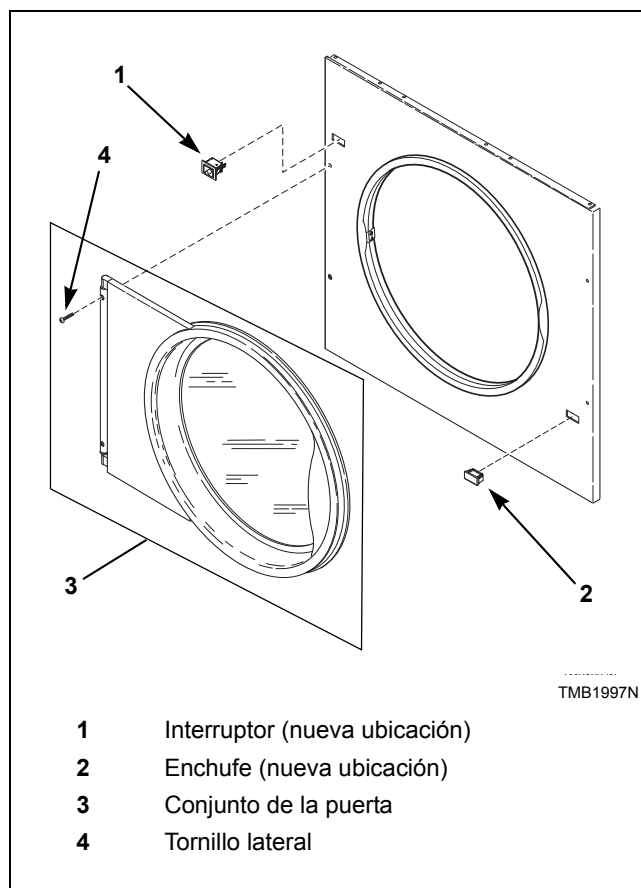

Figura 9
8. Ponga el panel frontal en la máquina y atornille los cuatro tornillos inferiores sin apretarlos. Conecte el arnés del interruptor de la puerta al interruptor en la nueva ubicación. Instale el conjunto de la puerta y los cuatro tornillos laterales del panel frontal. Consulte la *Figura 9*.